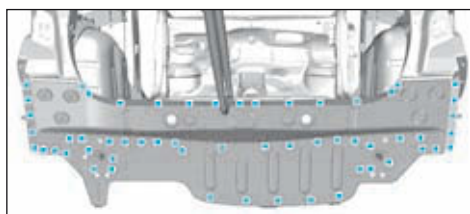
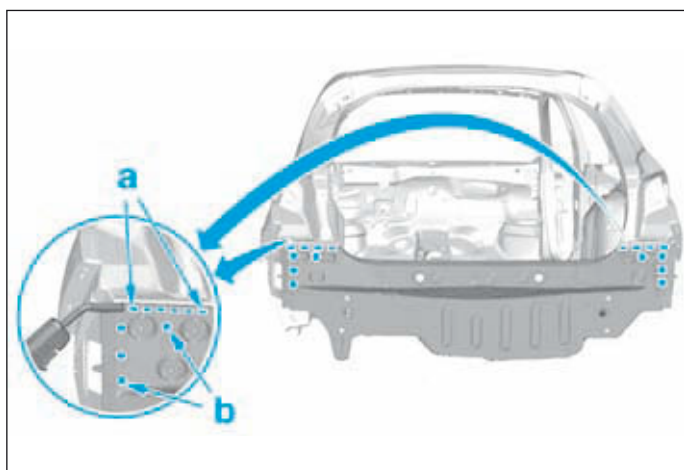

FIG.164
FIG.165
- Souder par (Fig164) et (Fig165) :